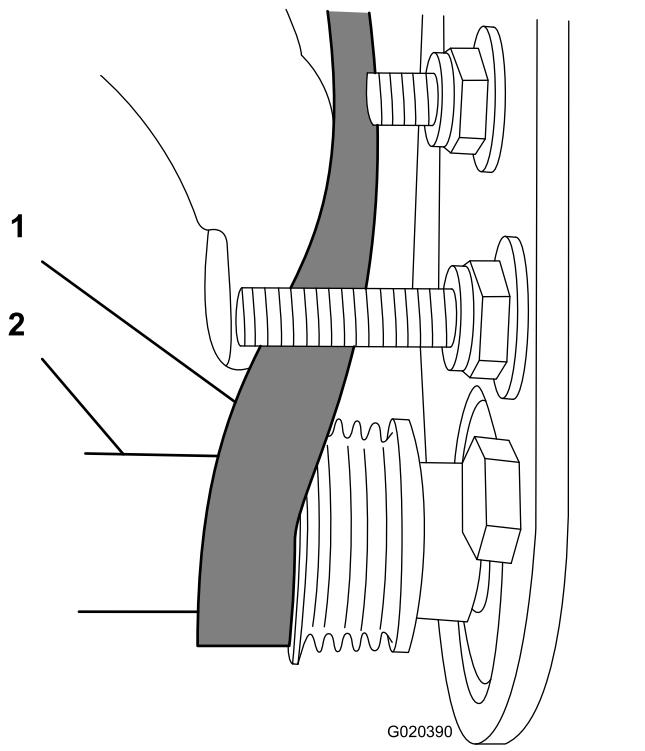

図 25
- 深穴ソケット9/16"を使って、ブラシアセンブリを回転させながら、ベルトを受動プーリに掛けまわす図 25。